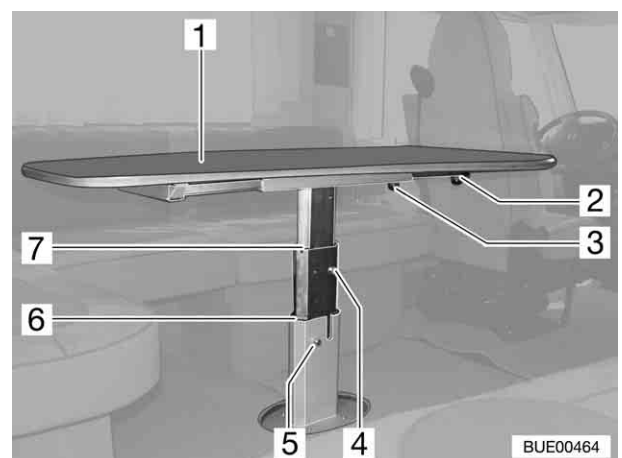

Fig. 68 Table à hauteur réglable
- Desserrer la vis moletée (Fig. 68,3).
- Pousser le plateau (Fig. 68,1) dans la position désirée.
- Desserrer la vis moletée (Fig. 68,2).
- Tirer le bouton supérieur (Fig. 68,4) et abaisser le plateau de table (Fig. 68,1) en appuyant au centre jusqu'à la première butée (Fig. 68,7).
- Tirer le bouton inférieur (Fig. 68,5) et abaisser le plateau de table (Fig. 68,1) en appuyant au centre jusqu'à la deuxième butée (Fig. 68,6).
- Tirer le bouton inférieur (Fig. 68,5). Le plateau de table s'élève automatiquement jusqu'à la première butée (Fig. 68,7).
- Tirer le bouton supérieur (Fig. 68,4). Le plateau de table s'élève automatiquement jusqu'à sa position la plus haute.